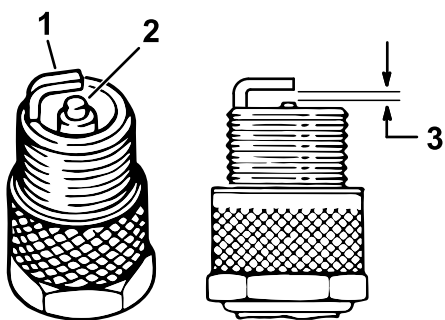

Рисунок 40
4. Проверьте состояние бокового электрода, выровняйте по центру электрод и выровняйте по центру изолятор электрода, чтобы избежать повреждений (Рисунок 40).